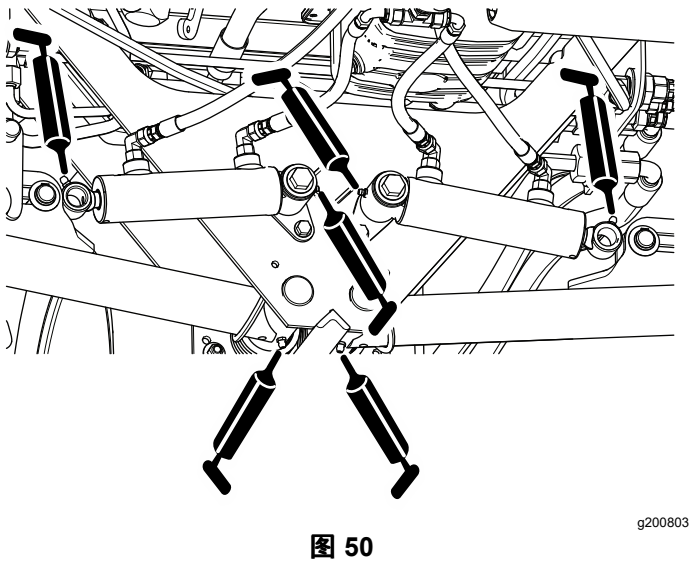

图 50
- 后提升臂枢轴和提升油缸 每个油缸 4 个 请参阅图 50。